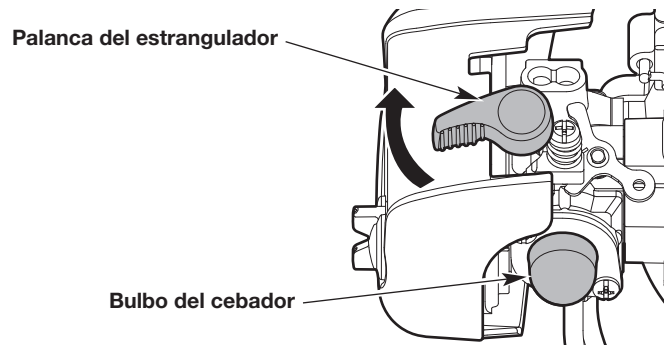

Fig. 8
1. Oprima y suelte despacio la pera del cebador **10 veces** (Fig. 8).
2. De vuelta la palanca del cebador en el sentido de las agujas del reloj hasta que encaje bien en su lugar (Fig. 8).